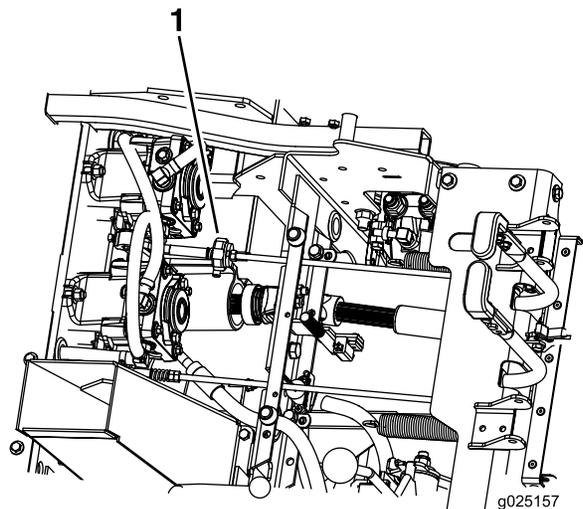

Figure 44
6. Assurez-vous que la machine ne se déplace pas au POINT MORT quand le frein de stationnement est desserré (Figure 44).